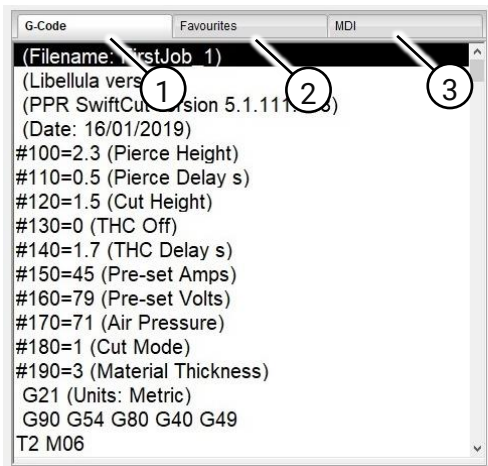

Fig. 75 Tabblad G-code geactiveerd
1. Het vak links in het scherm (Fig. 75) bevat drie verschillende tabbladen:
2. Als het tabblad G-code (Fig. 75 (1)) is geactiveerd, worden de programmacoderegels van het G-codebestand weergegeven terwijl ze worden uitgevoerd tijdens het snijproces. De gemarkeerde regel is de regel die op dat moment wordt uitgevoerd.